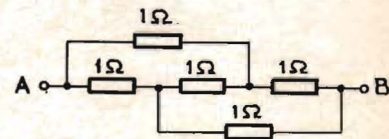

Fig. 6.
15) I fig. 6 äro alla motstånden på vardera 1 Ω . Hur stort är det resulterande mot-
Ledning för uppgift 15 fig. 6: motståndet i schemats mittpunkt ligger mellan punkter med lika spänning och kan alltså anses borttaget, enär det blir strömlöst.